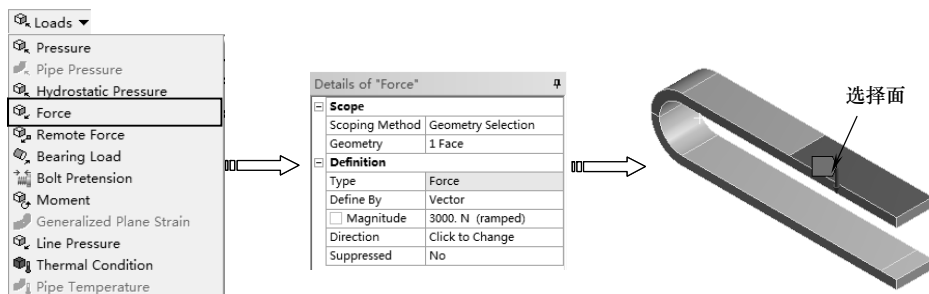

图 8-31 施加力
2) 单击【Environment】工具栏上的【Load】|【Force】命令，单击【图形】工具栏上的选择模式下的【Single Select (单选)】按钮, 然后再单击【Face (选择面)】按钮, 在【Details of “Force”】列表中单击【Scope】选项下的【Scoping Method】项，选择如图 8-31 所示表面。单击【Geometry】项中的【Apply】按钮，在【Magnitude】文本框中输入 3000，如图 8-31 所示。